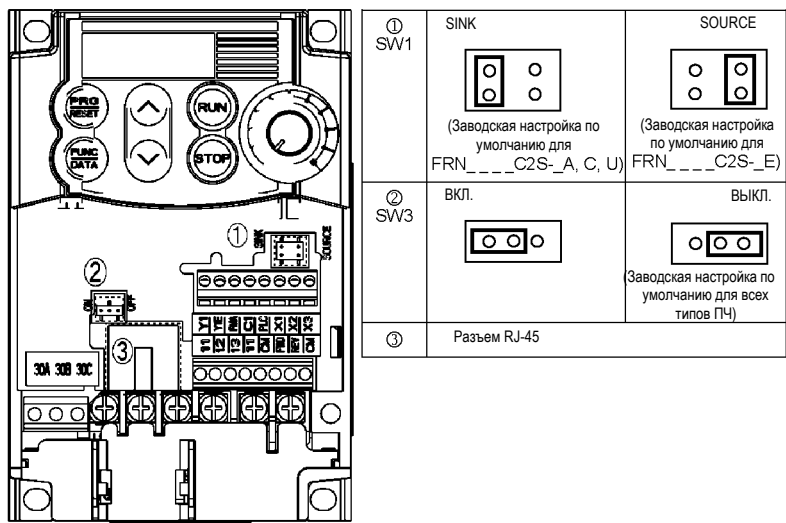

Рисунок 2.11 Расположение перемычек и разъема RJ-45
① SW1	Переключатель SINK/SOURCE (сток/исток) для клемм цифровых входов • Чтобы использовать клеммы цифровых входов [X1] – [X3], [FWD] и [REV] в режиме SINK, установите переключатель в позицию стока; чтобы использовать их в режиме SOURCE, установите переключатель в позицию истока. (См. рисунок 2.11.) • Для переключения переключателя между режимами «сток/исток» цифровых входов или изменения монтажного положения переключателя используйте мини-плоскогубцы с длинными наконечниками.
② SW3	Выключатель согласующего резистора для связи RS-485 • Чтобы подсоединить опциональную удаленную панель оператора, установите переключатель в позицию «ВЫКЛ.» (заводская настройка по умолчанию). • Если ПЧ подключен к сети связи RS-485 как согласующее устройство, установите переключатель в позицию «ВКЛ.». • Для включения и выключения согласующего резистора или изменения монтажного положения переключателя используйте мини-плоскогубцы с длинными наконечниками.